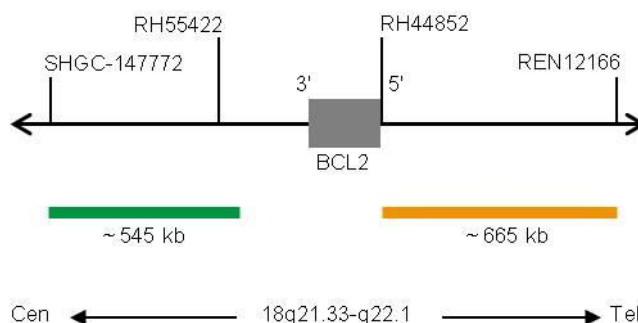

Fig. 1 : Carte de la sonde SPEC BCL2 (pas à l'échelle)
- Polynucléotides marqués au ZyGreen (excitation 503 nm/émission 528 nm) (~10 ng/ μ l), qui ciblent des séquences en 18q21.33* (chr18:60,046,152-60,589,273) proximale de la région des points de rupture de BCL2 (voir figure 1).
- Polynucléotides marqués au ZyOrange (excitation 547 nm/émission 572 nm) (~4,5 ng/ μ l), qui ciblent des séquences en 18q21.33-q22.1* (chr18:60,994,528-61,658,503) distale de la région des points de rupture de BCL2 (voir figure 1).